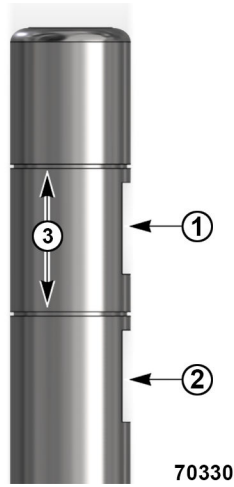

Fig. 96
- 71" Height (1, Fig. 96).
- 73" Height (2, Fig. 96).
- Snap ring groove (3, Fig. 96).